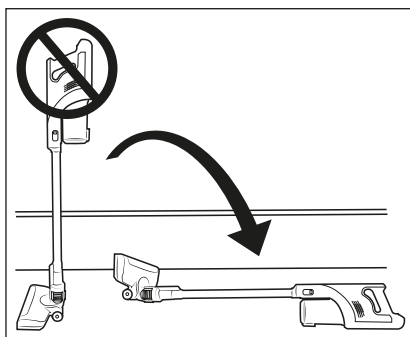

Fig. 9
- ▶ Ne placez pas l'aspirateur à la verticale si vous souhaitez le poser entre-temps ou ne plus l'avoir en main. Placez pour cela l'aspirateur dans le support mural 17 ou posez-le sur le sol (voir fig. 9 et 10). L'aspirateur risque sinon de basculer à cause de son centre de gravité haut et d'être endommagé et, dans certaines circonstances, d'endommager d'autres objets en se renversant.